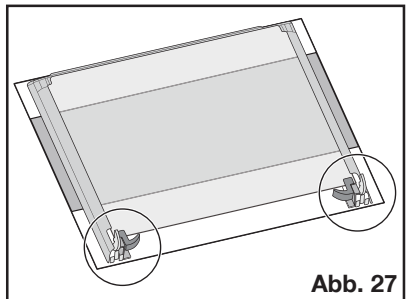

Abb. 27
6. Legen Sie die Backofen-Tür mit der Außenseite nach unten auf eine weiche, ebene Unterlage, beispielsweise auf eine Decke, um Kratzer zu vermeiden (siehe Abb. 27).